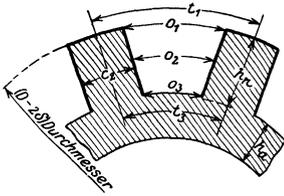

Abb. 239. Trapezförmige Läufernut.
B. Trapezförmige Nut. Bei trapezförmiger Nut soll der Zahn überall die gleiche Zahnstärke c_z erhalten. Nur darf die Induktion \mathfrak{B}_z die Werte 10000...15000 nicht übersteigen, da sonst die erforderliche Durchflutung für den Zahn zu groß ausfällt. Die Zahnstärke c_z folgt wieder aus der Gl 144a (s. Abb. 239)